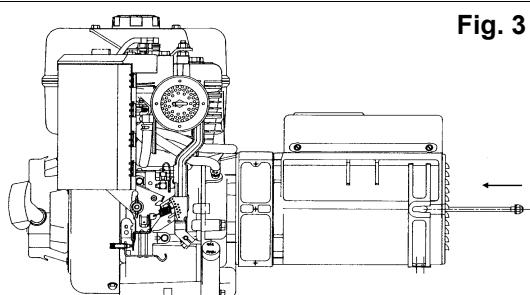

Fig. 3
-) Avvitare il tirante centrale nella sua sede (fig. 3).
-)Insert the central bolt into its housing (fig. 3).
-)Enfiler le tirante central dans son logement (fig. 3).
-) Die selbstsichernde Mutter auf die Zugstange schrauben (abb. 3).
-)Introducir el tirante central en su lugar (fig. 3).